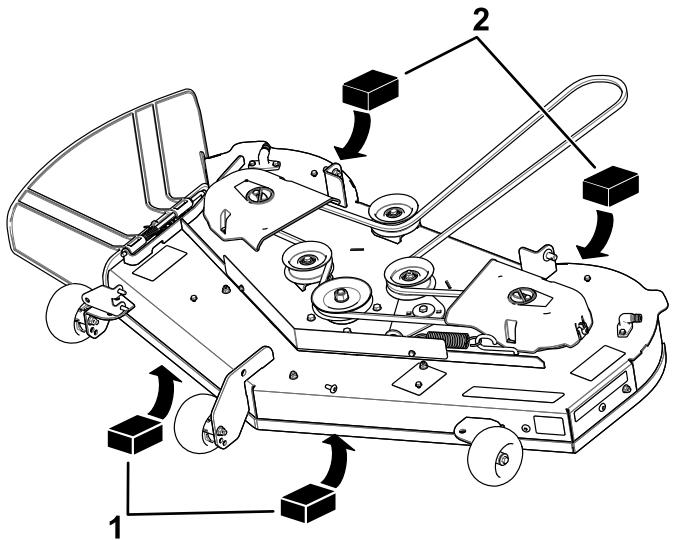

Figure 60
4. Placez deux cales de 6,6 cm (2 $\frac{5}{8}$ po) d'épaisseur chacune sous chaque côté du bord avant du tablier de coupe, mais pas sous les supports des galets anti-scalp (Figure 60).
5. Placez deux cales de 7,3 cm (2 $\frac{7}{8}$ po) d'épaisseur chacune sous le bord arrière de la jupe du tablier de coupe, une de chaque côté (Figure 60).